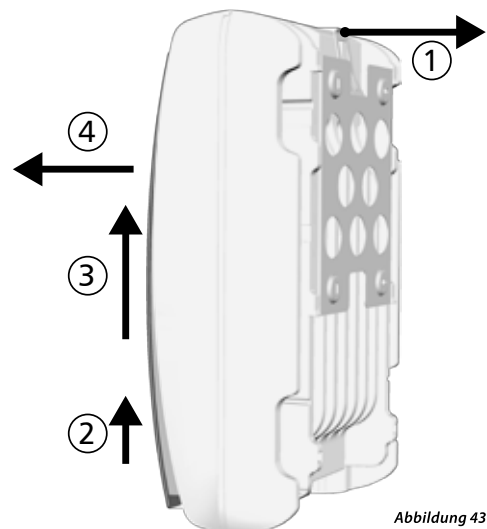

Abbildung 43
1. Sicherungsblech der Montageplatte mit einer Hand ca. 5 mm in Richtung Montagefläche drücken ① (Abbildung 43).
2. Wechselrichter mit der anderen Hand nur soweit anheben, dass das Sicherungsblech nicht mehr einrasten kann ② Sicherungsblech loslassen.
3. Wechselrichter mit beiden Händen anheben, bis die Haken an der Rückseite des Wechselrichters frei sind ③
4. Wechselrichter von der Montagefläche entfernen ④